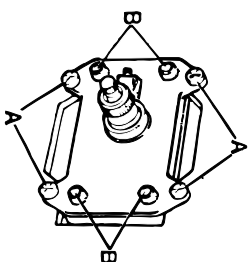

Fig. 16
- Montera kåpan och se till att snåpöppna sitter ordentligt i mekanismens fyra fästen (B fig. 16).